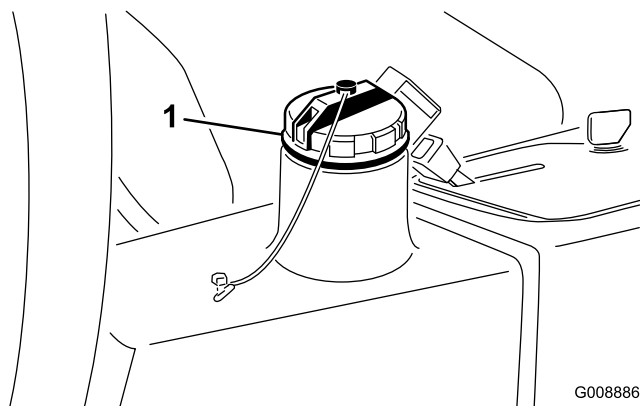

Bild 74
4. Füllen Sie den Behälter (Bild 74) mit ca. 13,2 Litern Hydrauliköl, siehe „Prüfen der Hydraulikanlage“.